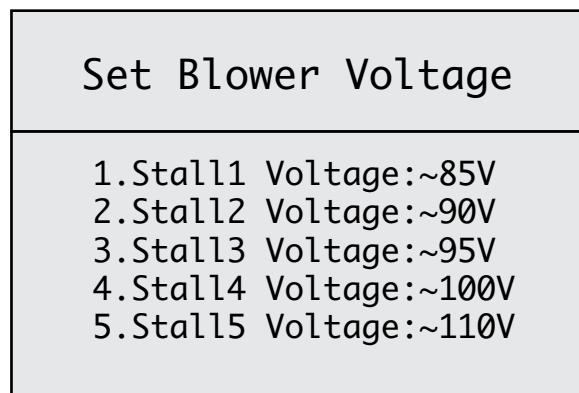

Figure 26
2. À l'aide du bouton FLÈCHE BAS, aller à l'option 4 : « Set Blower Voltage » (réglage de la tension de la soufflante). Appuyer de nouveau sur ENTRER pour aller dans l'écran « Set Blower Voltage ». **VOIR FIGURE 26.**
4. À l'aide des boutons FLÈCHE HAUT ou FLÈCHE BAS, sélectionner la tension appropriée. **REMARQUE : La tension ne peut être augmentée ou diminuée que par incréments de cinq (5).**